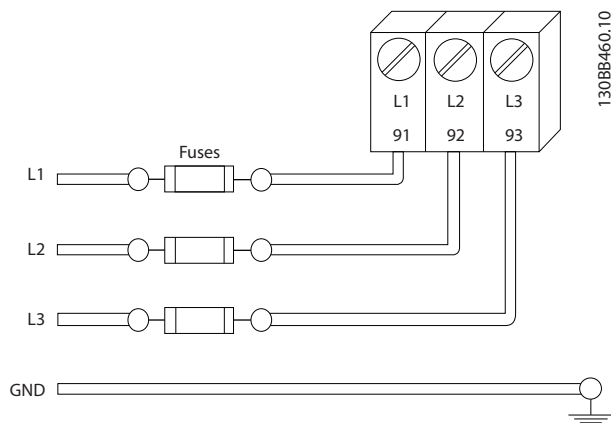

図 2.4 周波数変換器ヒューズ
- すべての周波数変換器は短絡および過電流保護を備えている必要があります。入力ヒューズが保護のために必要です。図 2.4 を参照してください。工場では装備されない場合、ヒューズはインストレーションの一部として設置作業者によって取り付けられます。10.3.1 保護の最大ヒューズ定格を参照してください。
- すべての周波数変換器は短絡および過電流保護を備えている必要があります。入力ヒューズが保護のために必要です。図 2.4 を参照してください。工場で装備されない場合、ヒューズはインストレーションの一部として設置作業者によって取り付けられます。10.3.1 保護の最大ヒューズ定格を参照してください。